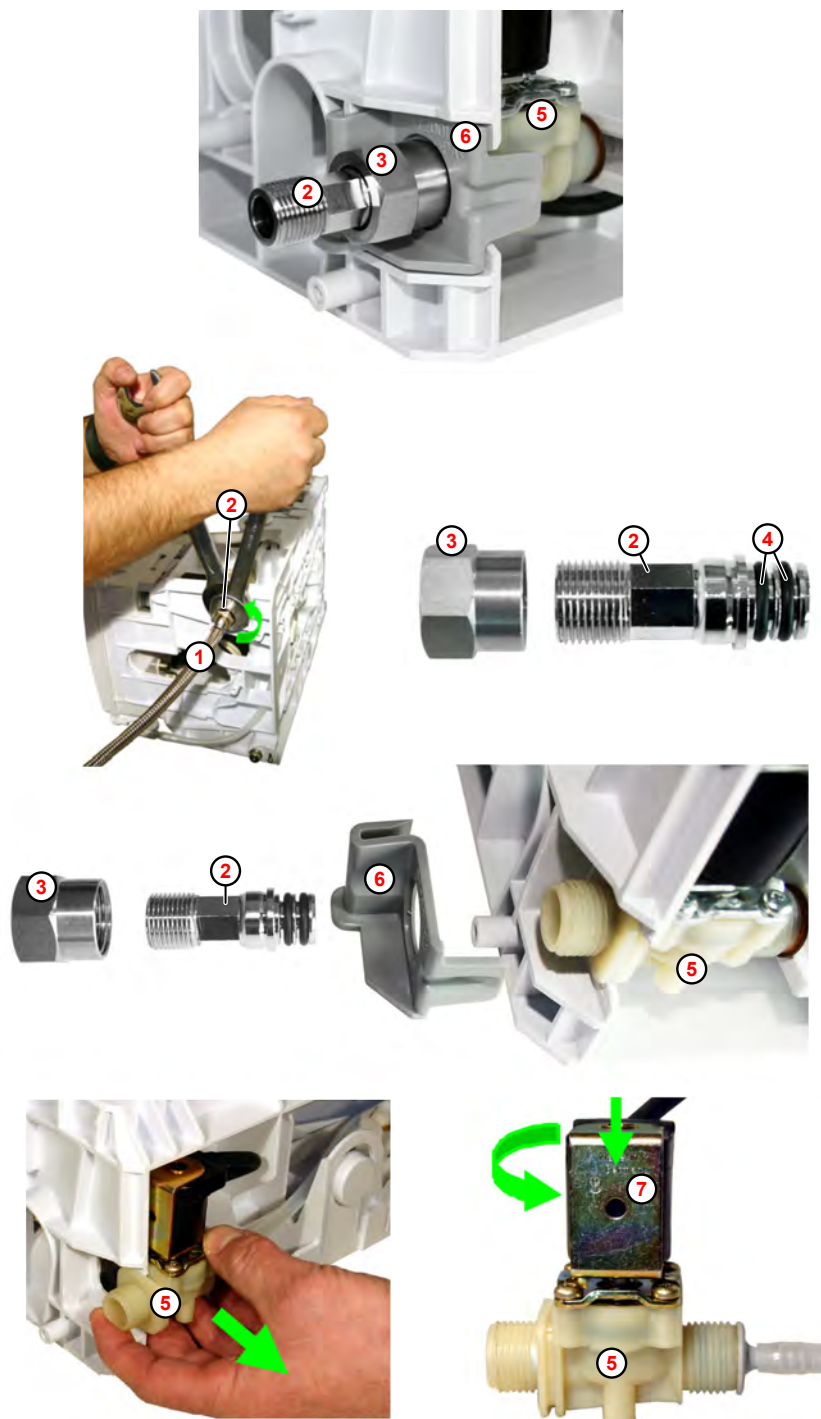

Abb. 17: Demontage Magnetventil
1. ▶ Zulaufschlauch (Abb. 17 , ①) abschrauben.
2. ▶ Überwurfmutter ③ aufschrauben und den Anschlussadapter ② vorsichtig aus dem Ventilkörper ⑤ ziehen.
4. ▶ Magnetspule (Bajonettkupplung) ⑦ gegen Ventilkörper drücken und gleichzeitig gegen den Uhrzeigersinn (nach links - ca. 30°) drehen, bis sich die Magnetspule aus der Arretierung löst.